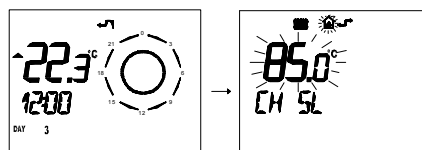

Figura 5.40
- Premere per più di 3 secondi il pulsante P per entrare in modalità **INFO** (Figura 5.40).